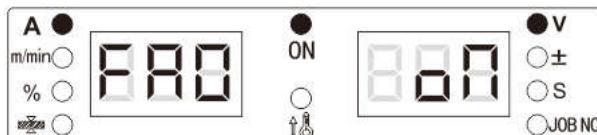

Рисунок 3-16. Отображение функции FA0 на цифровых дисплеях
- Поворотом регулятора панели управления установите выбор функции FA0 (см. Рисунок 3-16).